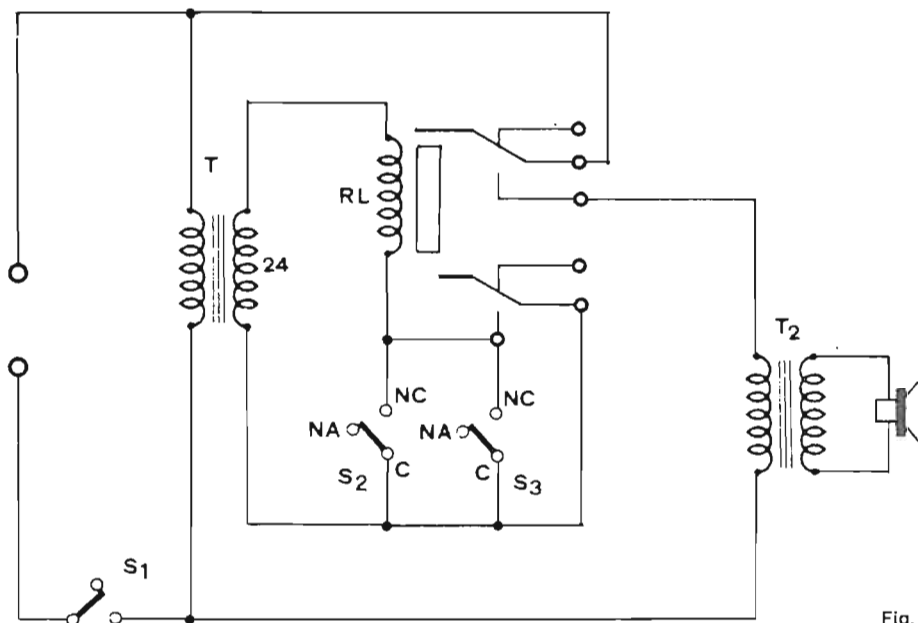

Fig. 7
contatti da 3-4 A può andare bene. Senza questo accorgimento avremmo dovuto usare un grosso relè di potenza (teleruttore); e il trasformatore era ugualmente necessario in quanto la sirena va a 12 Volt. L'unico inconveniente di questo circuito è dato dal fatto che i sensori realizzati con micro sono collegati sulla rete e non in bassa tensione. Nella Fig. 7 è eliminato l'inconveniente dei micro collegati alla rete. Come si noterà il circuito di comando è collegato alla bassa tensione di 24 Volt (o anche 12 Volt) tra-
mite un piccolo trasformatore. Il relè perciò dovrà avere la bobina di eccitazione da 24 V (o 12 V), mentre i contatti potranno mantenere le caratteristiche del circuito precedente. Nella Fig. 7 abbiamo disposto i micro con il contatto NC. Questa applicazione (che si può adottare su qualunque circuito) consente l'apertura del contatto quando il micro è premuto, e la sua chiusura quando è libero. Disponendo la levetta contro una porta chiusa si avrà il micro aperto e, al momento dell'apertura della porta, si avrà il
- 1) Si collegano il comune e il NC del micro al circuito di Fig. 7.